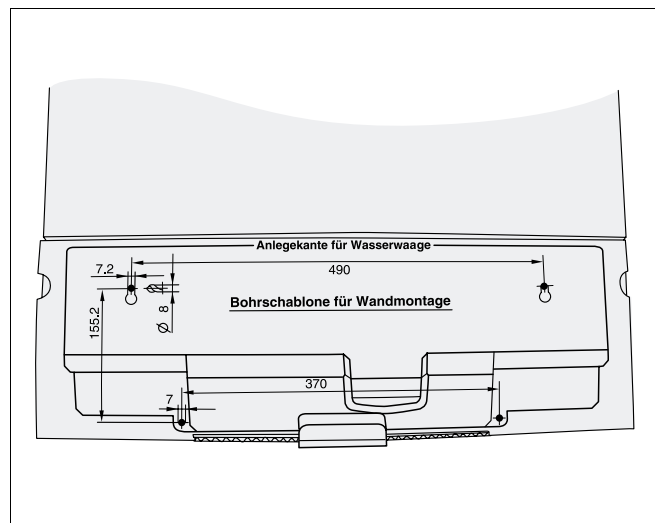

Fig. 1 Modello per praticare i fori
- Staccare la dima di foratura, dal coperchio del cartone contenente l'apparecchio di regolazione (fig. 1).